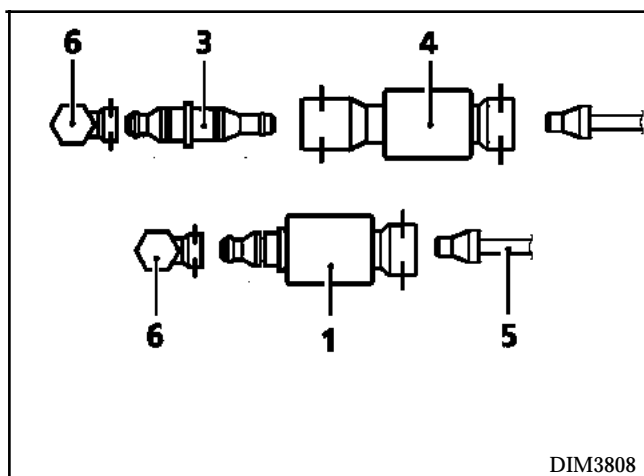

Fig. 2
- Supprimer les pièces (3) + (4) (**Fig. 2**).
- Monter le nouveau filtre en rapprochant le tuyau de commande d'embrayage (5) (**Fig. 2**).